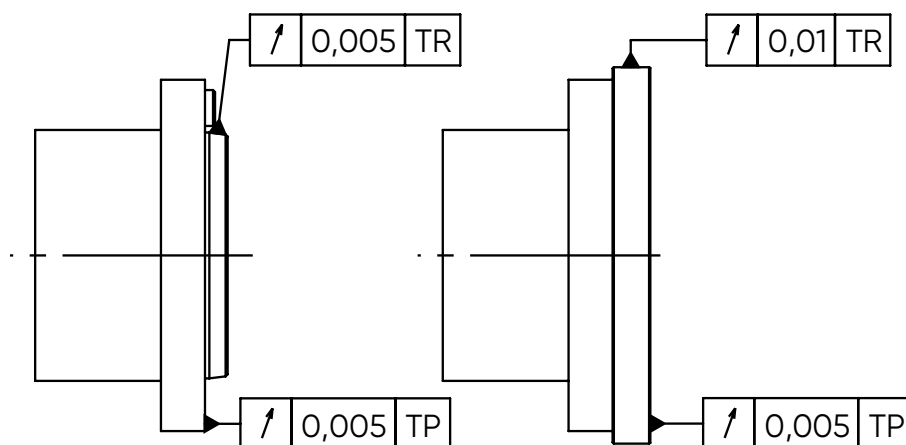

Fig. 3-2 : Contrôle de la planéité et de la concentricité
- Étape 2** Amenez le tube de liaison (2) en position antérieure et vissez l'adaptateur (3) sur le tube de liaison après avoir enduit le filetage de pâte au cuivre pour prévenir la rouille/un grippage.
- Étape 3** Fixez le faux-plateau (4) sur la broche (si le mandrin n'est pas vissé directement sur la broche) et contrôlez la concentricité et la planéité conformément à la fig. 3-2 [... 19].
- Étape 4** Retirez la douille d'étanchéité (1) du mandrin de serrage pour que vous puissiez dévisser l'écrou à gorges (5) par la suite (voir étape 7).